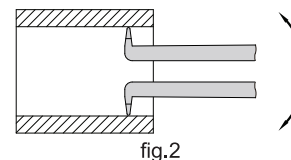
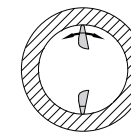

fig.2
fig.3
4. Como usar: pressione a alavanca de operação para tornar a distância entre as duas pontas de medição menor do que o furo a ser medido. Insira o paquímetro no furo, solte a alavanca de operação para que as duas pontas de medição entrem em contato com o furo, balance levemente o paquímetro ao longo do eixo e do raio do furo para encontrar o mínimo axial (fig. 2) e o máximo radial (fig. 3) e obtenha o resultado do paquímetro. Ao medir a largura, encontre o valor mínimo e obtenha o resultado.